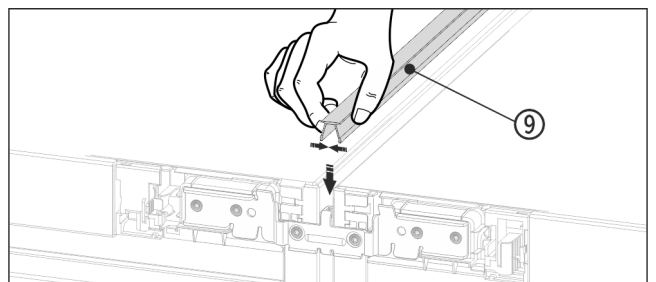

Fig. 20
- ▶ Viršutinėje pusėje į plyšį įsprauskite trumpą dengiamąją plokštelę Fig. 20 (9).